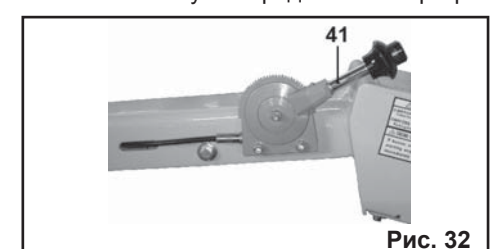
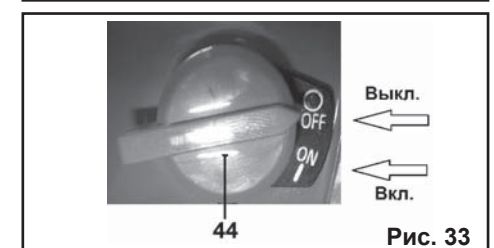

Рис. 32
Рис. 33
8.5.11. Для того чтобы остановить двигатель, переведите рычаг привода управления оборотами (41) в положение холостого хода (Рис. 32), после чего переведите выключатель двигателя (44) в положение **«OFF» (Выключено)** (Рис. 33).